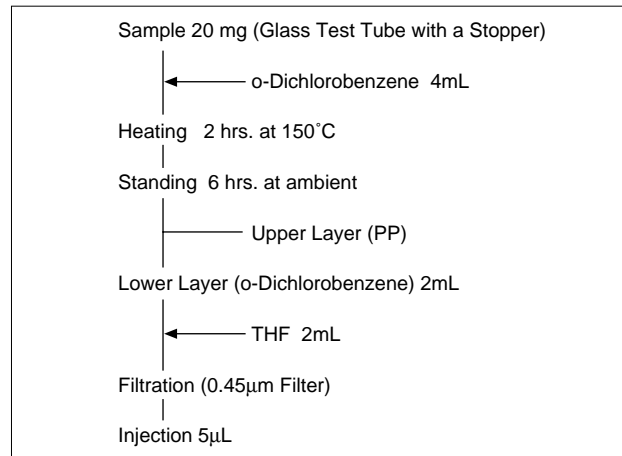
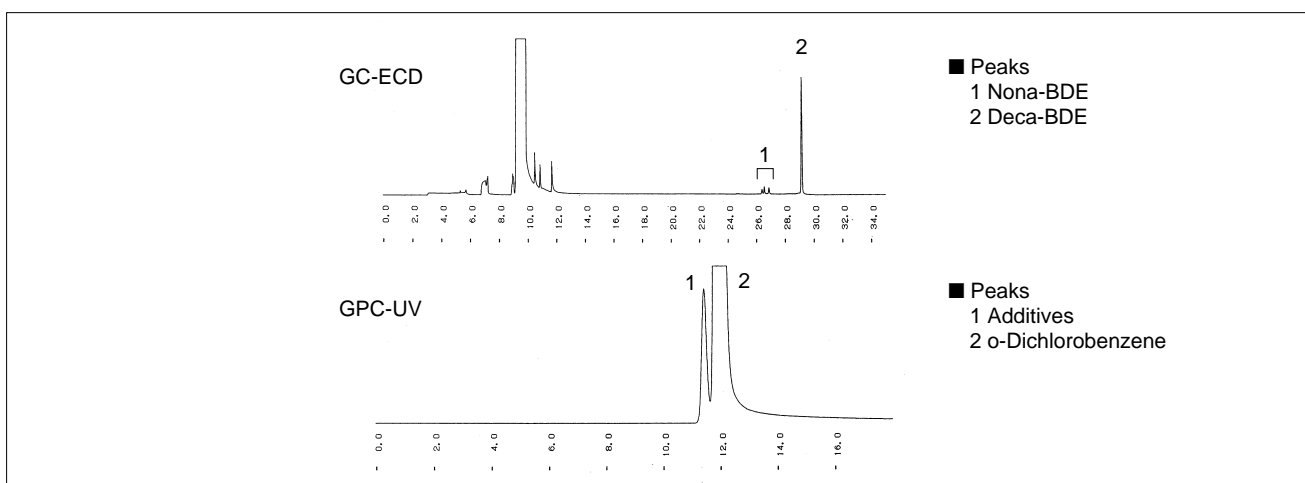

Fig.3 ポリプロピレン試料の前処理例
Fig.4 ポリプロピレンの分析
ポリプロピレン (PP) はGPCで通常移動相として使用するTHFやクロロホルム等に溶解しないため、*o*-ジクロロベンゼンにて加熱溶解させます。Fig.3にPP試料の前処理の一例を示しました。試料に*o*-ジクロロベンゼンを加え、150  $^{\circ}$ Cにて1~2時間加熱溶解させます。その後、室温にて静置するとPPが析出し(上層)*p*-ジクロロベンゼン(下層)と分離します。添加剤を含む下層を採取して適宜THFにて希釈し、0.45  $\mu$ mの非水系メンブレンフィルターにてろ過して注入します。Fig.4にポリプロピレンのクロマトグラムを示します。この試料では難燃剤としてDeca-BDEとその不純物と思われるNona-BDEが含まれていました。